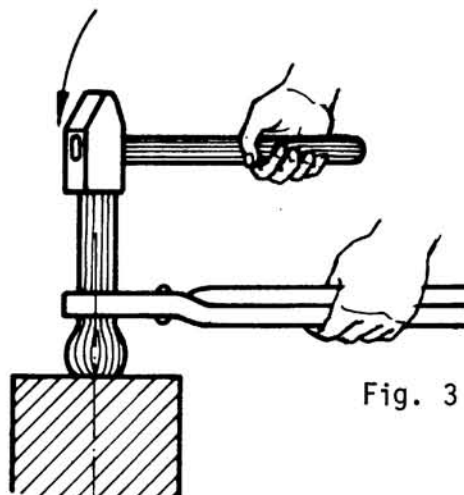

Fig. 3
- 1) Si el recalcado se efectúa en un extremo, apoye éste sobre el yunque (fig. 3).